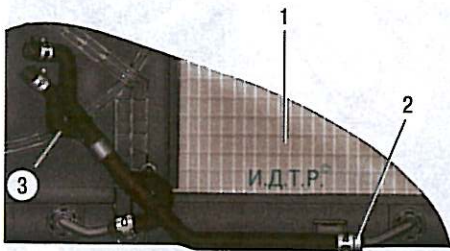

Рис. 4.6. Расположение радиатора и шлангов автоматической коробки передач: 1 – радиатор; 2 – подводящий шланг; 3 – отводящий шланг
3. Отсоедините от штуцера радиатора 1 (рис. 4.6) охлаждения рабочей жидкости в автоматической коробке передач подводящий шланг 2, сжав пассатижами отогнутые усики хомута крепления и сдвинув хомут по шлангу.